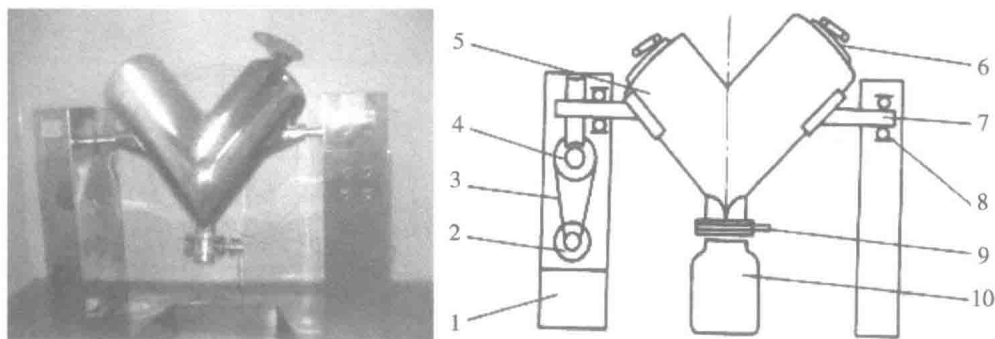

图 1-5 V型混合机
(4) V型混合机。由机座、电机、V型混合筒、传动皮带、蜗轮蜗杆、旋转轴、轴承、出料口等组成。如图 1-5 所示。